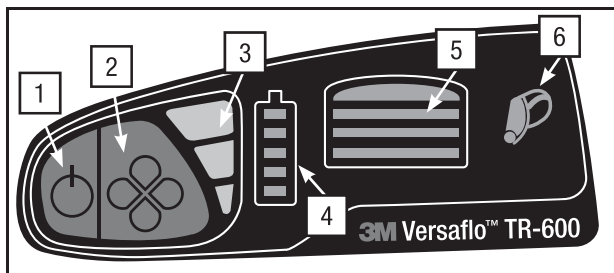

Fig. 13 Interfaz de usuario del ventilador con motor
- Inserte el filtro/cartucho en la cubierta para filtro, asegurándose que la lengüeta de sujeción inferior abroque en su lugar (Fig. 4-4). La etiqueta del filtro/cartucho debe quedar visible a través de la ventana de la cubierta (Fig. 13).